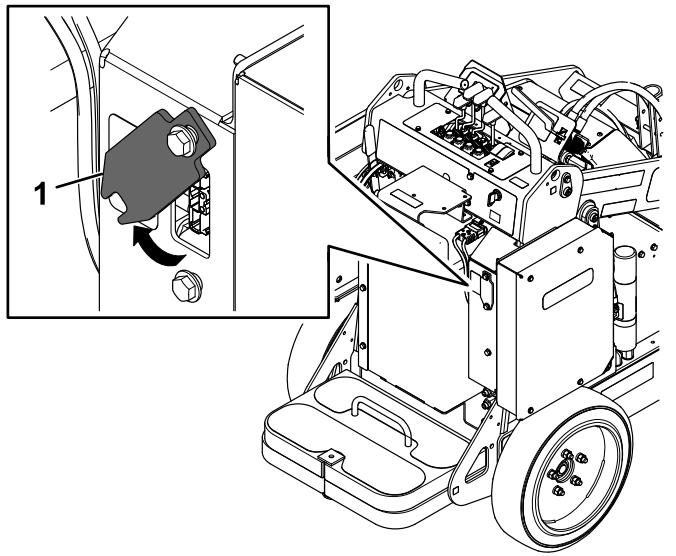

Bild 23
6. Schieben Sie die Ladegerätabdeckung nach oben und schwenken Sie sie aus dem Weg (Bild 23).
10. Schwenken Sie die Ladegerätabdeckung in Position und schieben Sie sie über die untere Schraube nach unten (Bild 23).